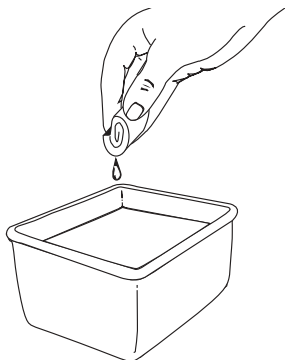

Figure 45
3. Lavez le filtre dans un mélange d'eau et de détergent (Fig. 45). Rincez le filtre abondamment et laissez-le sécher.